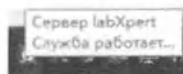

Рис. 7-2 Сервер работает
- По умолчанию сервер запускается автоматически при запуске компьютера. Если сервер ПО работает, вы можете найти значок сервера в правом нижнем углу экрана компьютера (см. *Рис. 7-2 Сервер работает*).